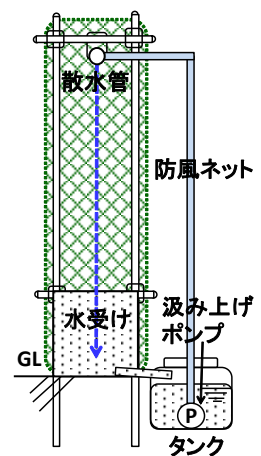

図2 防風の略図
- 5 風やゴミの影響を防ぐため、防風ネットを併設する必要があります(図2)。